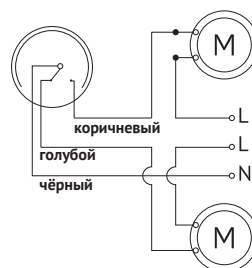

Рис. 7
**Схема подключения для автоматического заполнения и опорожнения резервуара.** На рис. 7 показана схема подключения поплавкового выключателя для автоматического переключения между режимами заполнения и опорожнения резервуара.